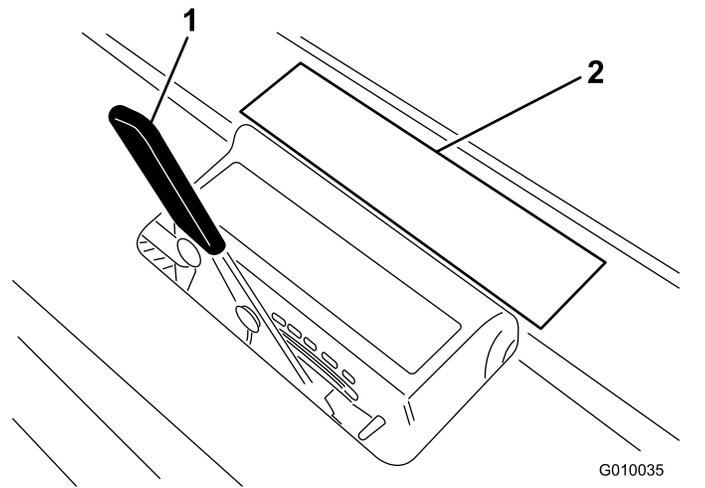

Bild 28
3. Legen Sie die Tines auf den Aufkleber für die Tines-Tiefe (Bild 28). Richten Sie ein Ende mit der gewünschten Aerifiziertiefe aus (siehe das Tines-Overlay auf dem Aufkleber).